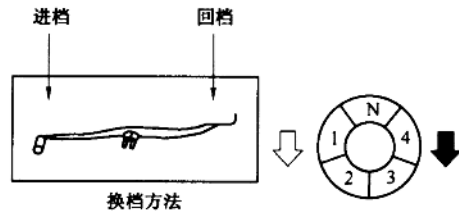

图 1-2 档位说明
LX90、LX90-A 摩托车有一个循环式变速机构,可直接从最高档变换到空档。每次换挡前应关小油门,紧握离合器手把,踩下变速器踏板换到第二速档位,依次类推重复循环,可逐渐转换到第三、第四档位。图 1-2 为档位说明:⊙空档、①第一档、②第二档、③第三档、④第四档。